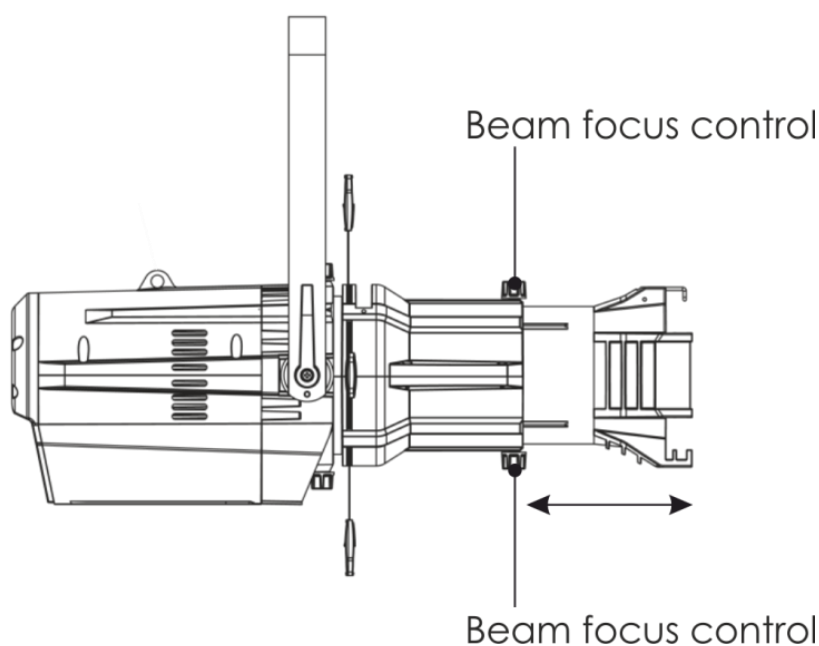

Fig. 04
- 01) Allentare i comandi per la messa a fuoco del fascio che si trovano sotto al tamburo (Fig. 04).